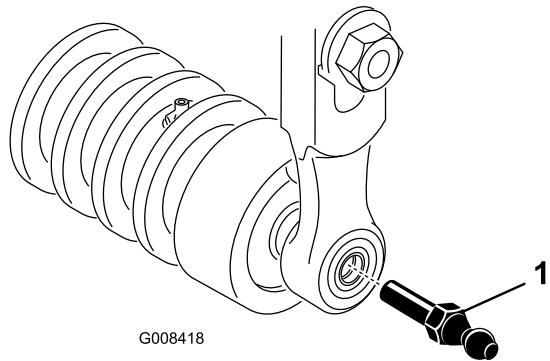

Figure 10
- Visez une rotule à chaque extrémité du rouleau avant du plateau de coupe (Figure 10).